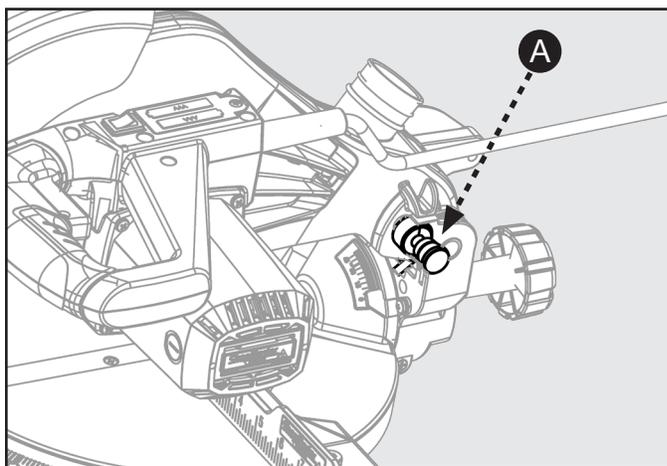

FIGURE 2
1. La scie est livrée avec le bras attaché en position vers le bas, comme illustré à la figure 2. Pour libérer le bras, poussez-le vers le bas, coupez l'attache en plastique et sortez la goupille de verrouillage (A).
2. La goupille de verrouillage (A) sert uniquement au rangement et au transport de l'outil. La scie ne doit pas être en position verrouillée pendant les coupes.